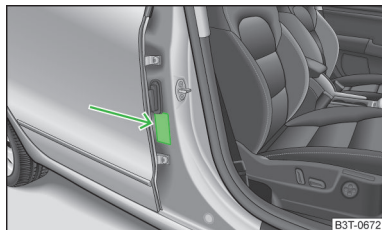

Fig. 160
- Asupra acestui aspect atenționează și autocolantul care se găsește pe stâlpul B, pe partea pasagerului față » fig. 160. Eticheta poate fi observată după deschiderea portierei pasagerului față. În unele țări, eticheta este lipită pe parasolarul pasagerului din dreapta.